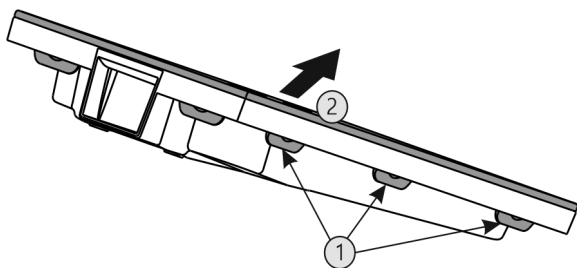

Fig. 52
- Postupne stlačte všetky spony Fig. 52 (1) a odoberte kryt Fig. 52 (2).